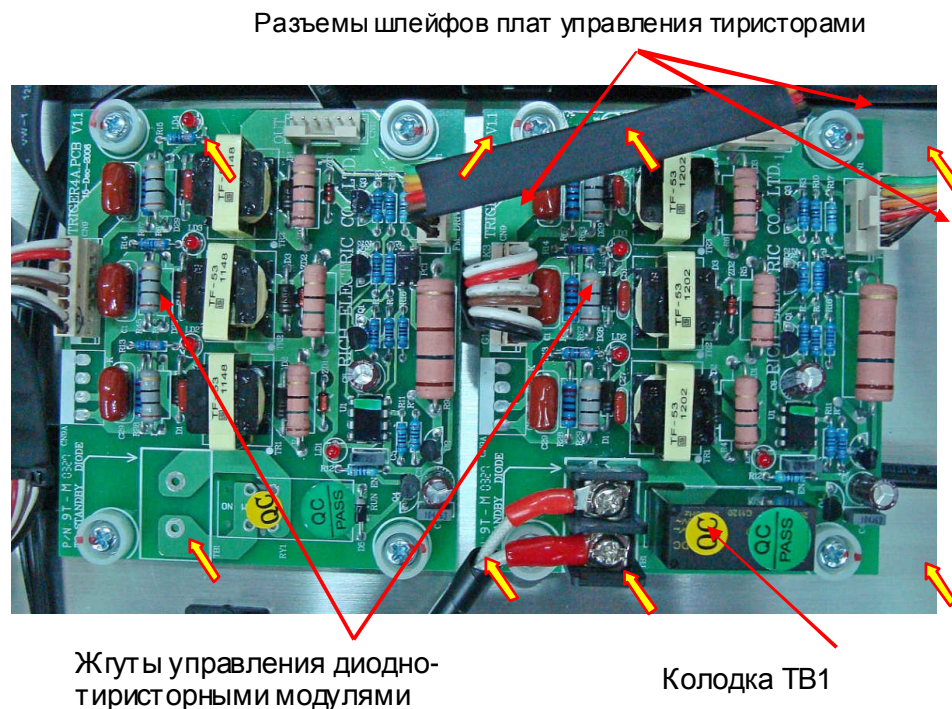

Рис. 7.11.
7.7.1. Установить платы управления тиристорами на их посадочные места и закрепить винтами (желтые стрелки, рис. 7.11).
7.7.2. Соединить провода резистора предзаряда с клеммами колодки ТВ1 ведущей платы управления тиристорами (рис. 7.11).
7.7.3. Вставить в разъемы на платах ответные разъемы жгутов управления диодно-тиристорными модулями (2 шт.) и разъемы шлейфов плат управления тиристорами (3 шт.) (рис. 7.11).